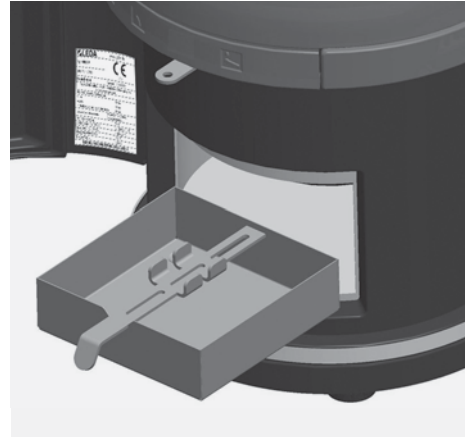

Abb. 4.17 Aschekasten entnehmen
- entnehmen und entleeren Sie anschließend den Aschekasten (Abb. 4.17).